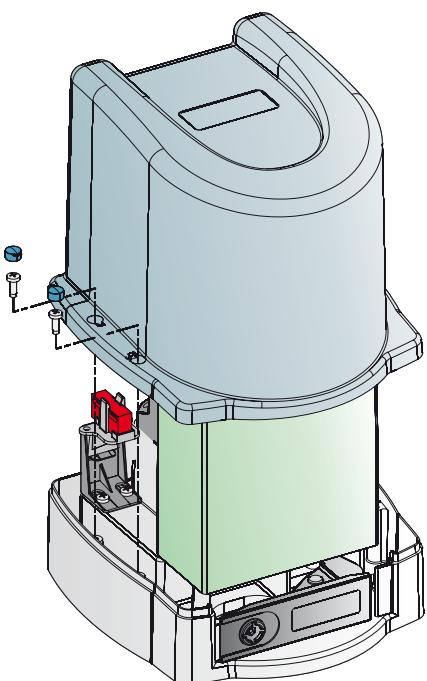

Fig. 15
3. Una vez realizada la prueba de la automación (párr. 5), fije el cárter de protección en el operador utilizando los tornillos suministrados en dotación, como se indica en la fig. 15.